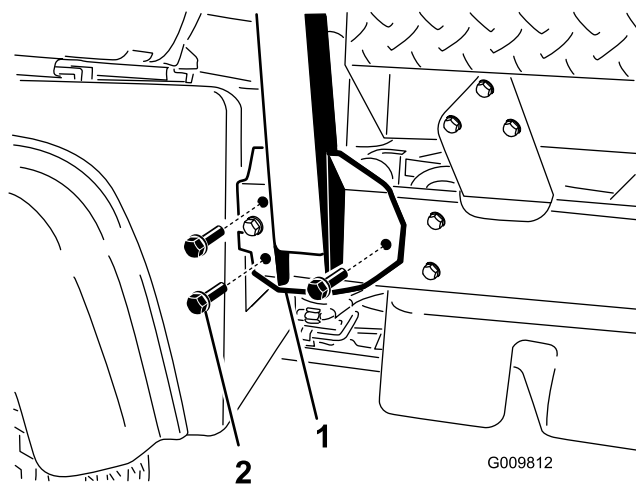

Figura 6
2. Alinhe cada lado do ROPS com os orifícios de montagem em cada lado do chassis da máquina (Figura 6).
3. Fixe o suporte de montagem do ROPS ao chassis da máquina com 3 parafusos de cabeça flangeada (½ pol. x 1¼ pol.) em cada lado (Figura 6).